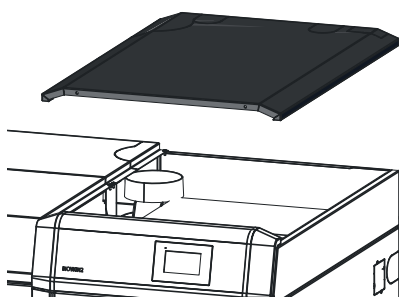

Fig. 135 Rimuovere il coperchio del rivestimento
- Togliere il coperchio del rivestimento – Fig. 135.